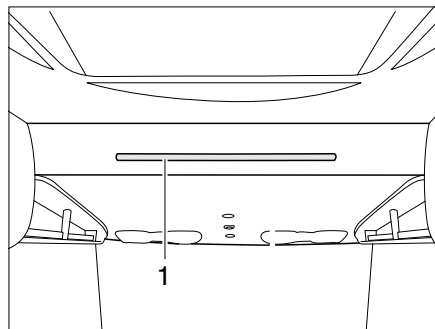

Fig. 159 Lit escamotable manuel
- Tirer le lit escamotable à deux mains vers le bas à l'aide de la barre de maintien (Fig. 159,1).
- Accrocher l'échelle d'accès avec les deux étriers dans la barre de maintien (Fig. 159,1) du lit escamotable.